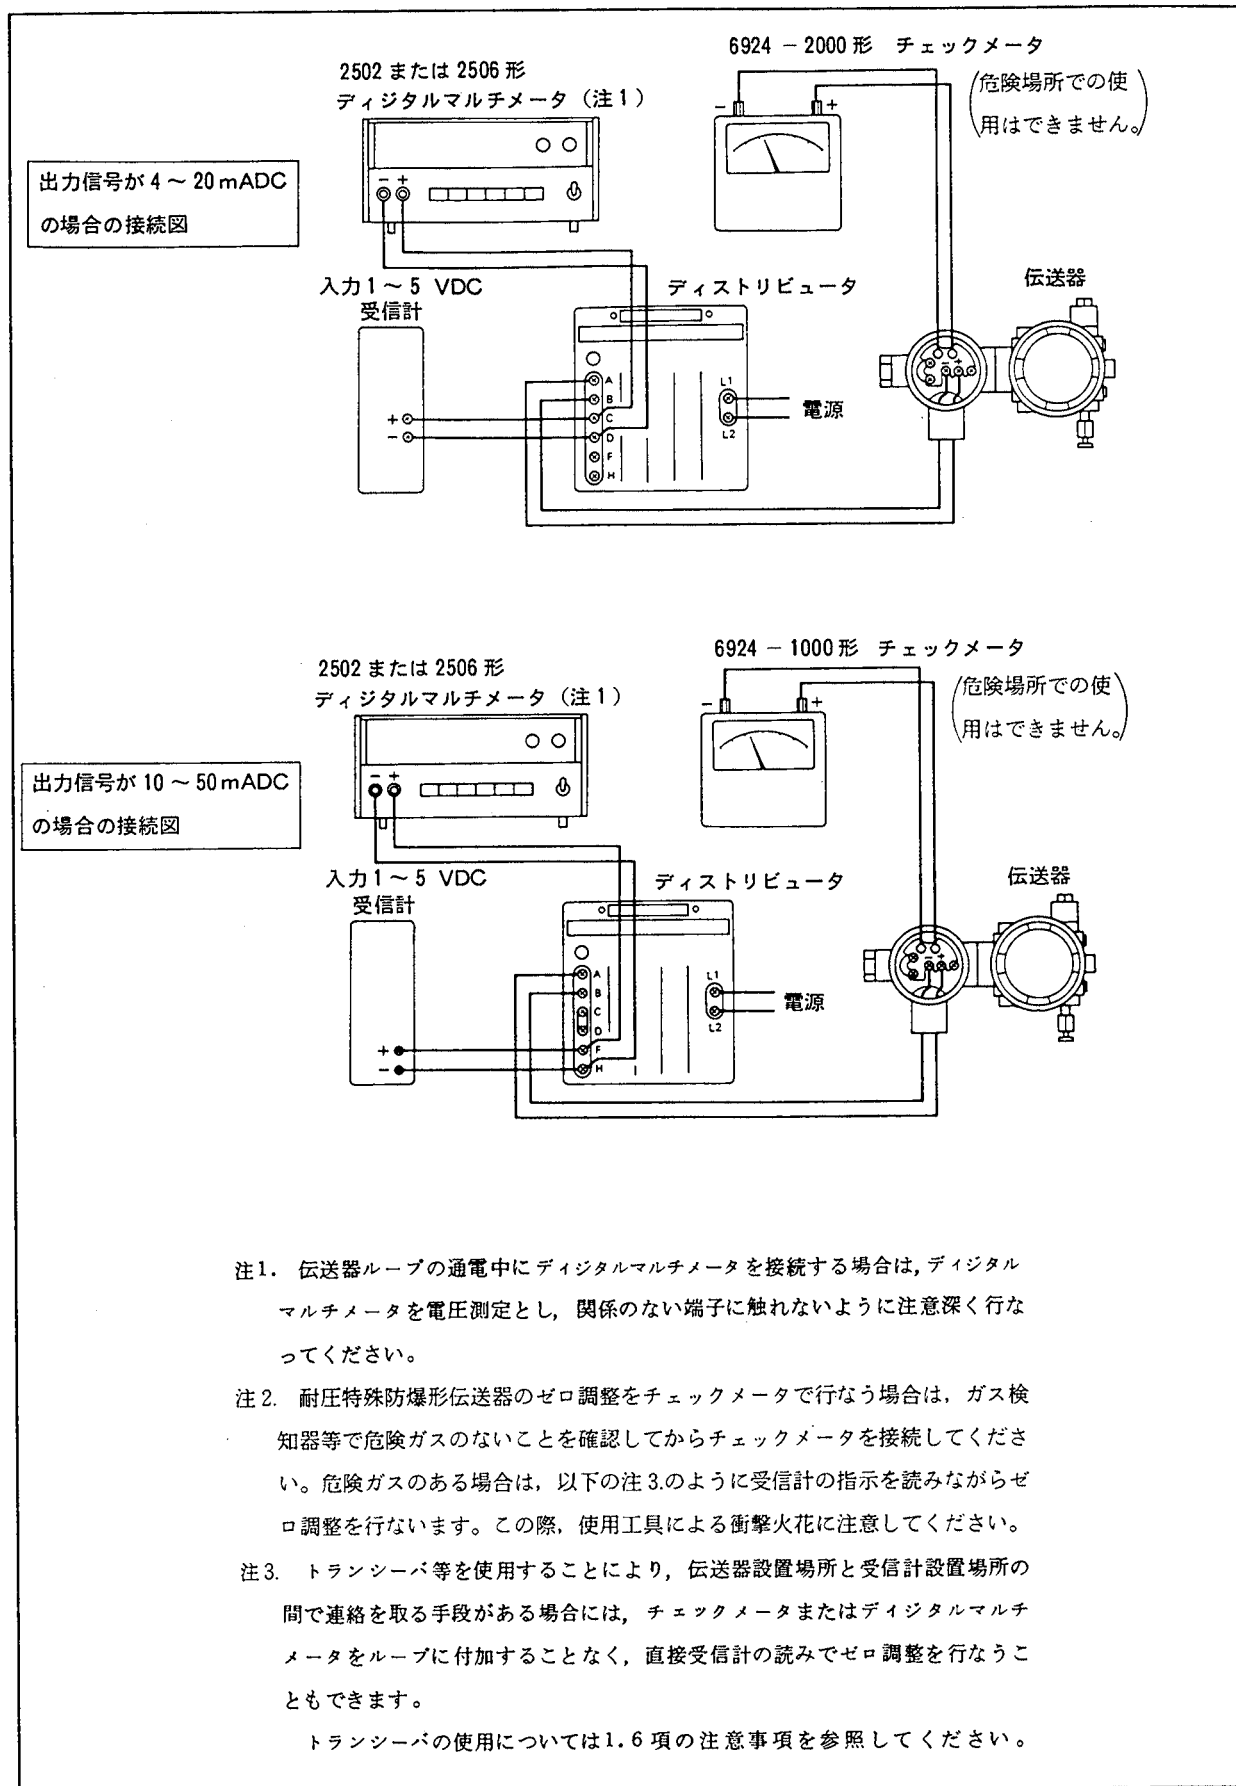

図 5.3 ゼロ調整接続図
- (1) 図5.3のように接続します。
- (2) 各機器の電源を投入し、プロセス接続口に使用レンジ内の圧力を加えて10分以上ウォームアップします。
- (3) プロセス接続口に基準絶対圧力を与えます（遷移機構付の伝送器の場合には、この絶対圧力を校正レンジの下限より低くしてはいけません）。
- (4) 5.3.1項で求めた基準絶対圧力に対する出力になるようにゼロ調整ねじをまわします（デジタルマルチメータを使用している場合は、5.3.1項で求めた出力を電圧値に換算してください）。
- (5) 必要があれば受信計のゼロ調整を行ないます。チェックメータあるいはデジタルマルチメータをはずします。